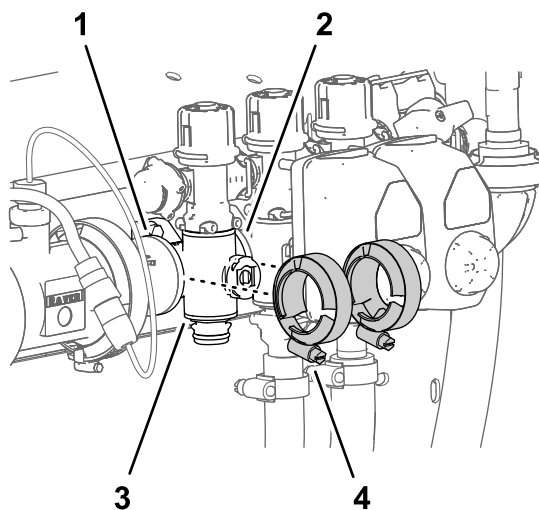

Рисунок 119
- Установите, не затягивая, фланцевые хомуты, снятые при выполнении действий, описанных в разделе Установка коллекторного клапана секции \(страница 95\), на фланцы коллектора клапана секции и фланцы другого клапана секции (клапанов секций) и/или переходного соединителя (Рисунок 119).
7. Затяните 2 фланцевых хомута от руки (Рисунок 119).